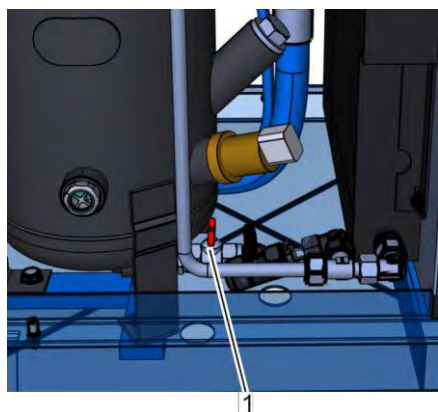

Рис. 34: Отверстие для слива охлаждающей жидкости
5. Осторожно откройте отверстие для слива охлаждающей жидкости (Рис. 34/1) и проверьте вытекающую жидкость.
7. Закройте отверстие для слива охлаждающей жидкости (Рис. 34/1) ↪ Приложение В «Моменты затяжки винтов» на странице 125.